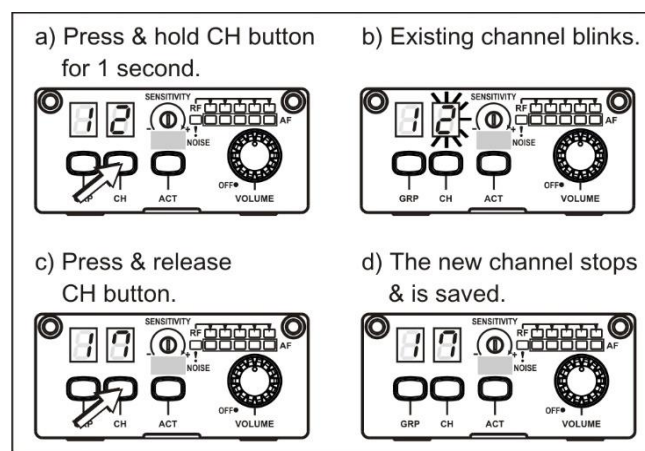

Bild 2
- Drücken Sie die CH-Taste (5) für ca. 1 Sekunde.
- Drücken Sie die CH-Taste noch einmal. Der Empfänger scannt nun einen Kanal nach dem anderen, bis er einen freien Kanal findet, auf dem er dann stehen bleibt und diesen abspeichert. Bild 2.